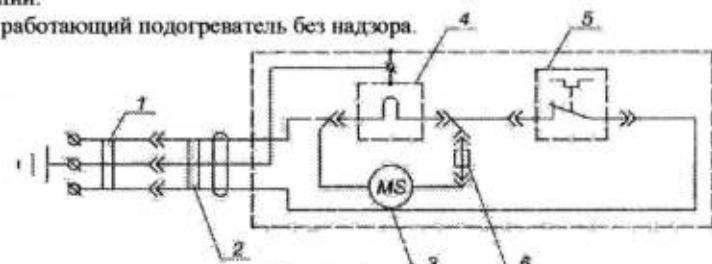

Рисунок 1
4.3 Подключение электроподогревателя (как электроприбора класса защиты I) допускается только к 3-х проводной однофазной питающей сети 220 В (см. рис. 1).